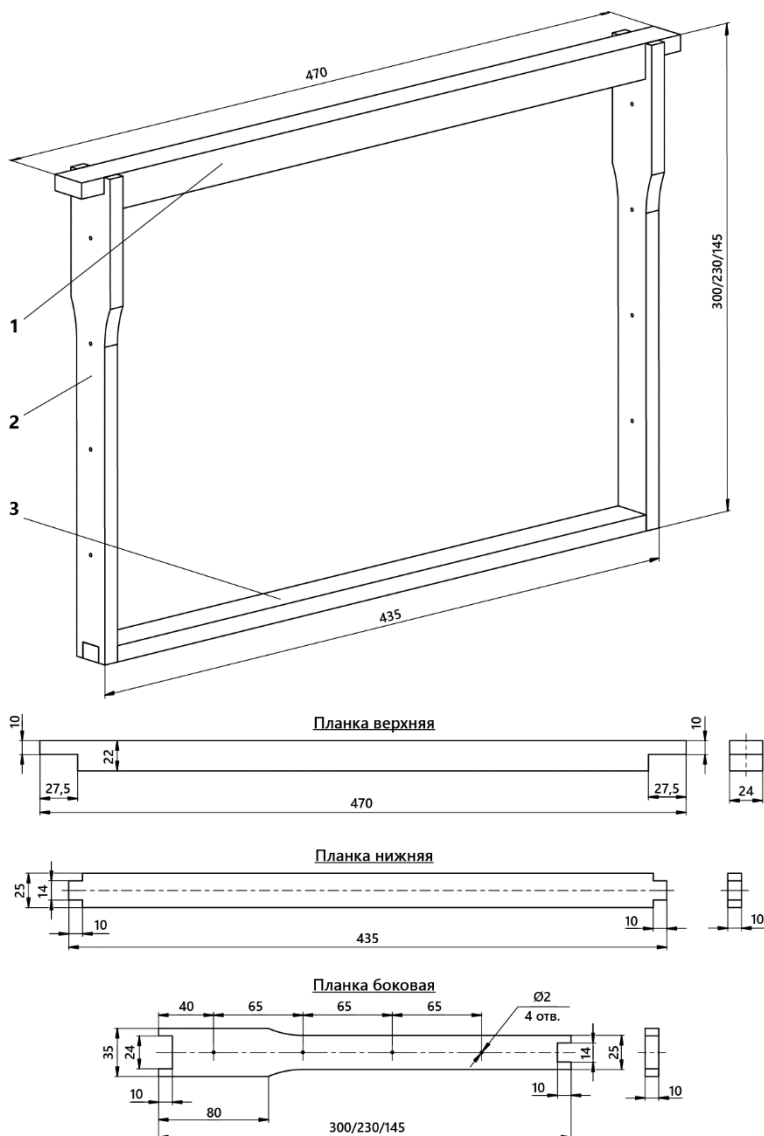

Рисунок 1. Общий вид рамки и размеры ее элементов
- настройку приставки для обработки планки боковой (рис. 1, поз. 2, п.п. 5.1.1);
- настройку приставки для обработки планки нижней (рис. 1, поз. 3, п.п. 5.1.2);
- установить кронштейн на приставку для обработки планки верхней (рис. 1, поз. 1, п.п. 5.1.5);